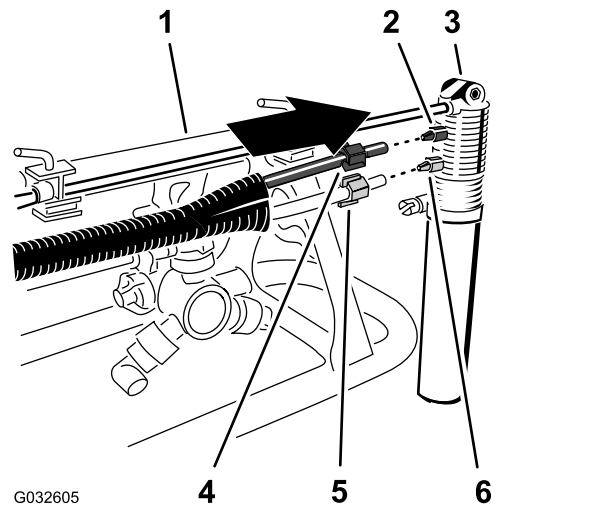

图21
1. 滑动蓝色管子两端的蓝色压紧螺母和透明管子两端的白色压紧螺母 图21。
2. 将透明管子带白色压紧螺母的一端与泡沫标记喷嘴的白色接头对齐然后用手拧紧压紧螺母 图21。
3. 将蓝色管子带蓝色压紧螺母的一端与泡沫标记喷嘴的蓝色接头对齐然后用手拧紧压紧螺母 图21。